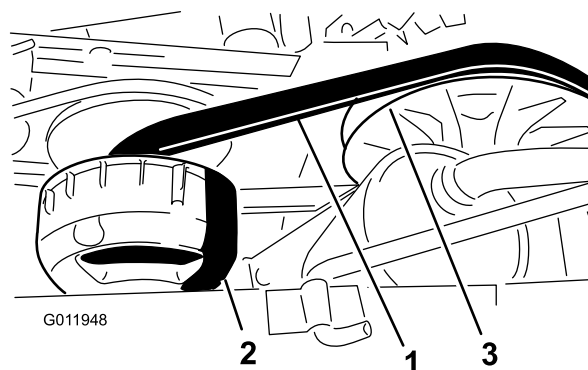

Рисунок 46
3. Проверните и осмотрите ремень (Рисунок 46) для обнаружения признаков чрезмерного износа или повреждений. При необходимости замените ремень.
1. Поверните и проложите ремень поверх вторичного сцепления (Рисунок 46).
2. Снимите ремень с основного сцепления (Рисунок 46).